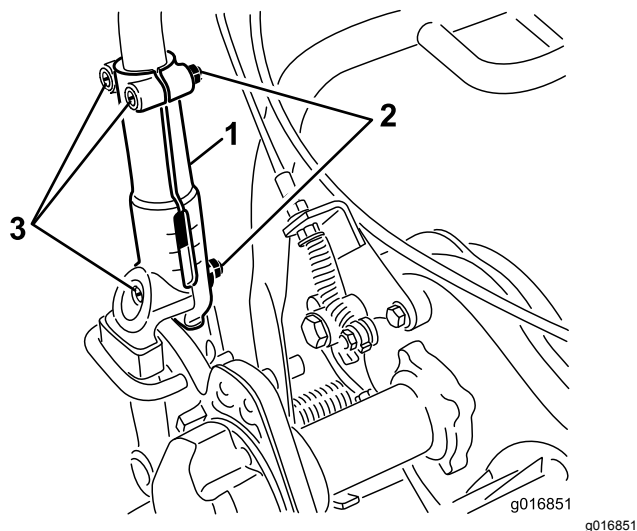

図 31
1. ハンドルを左右のハンドルクランプに固定しているキャリッジボルトとナット各3をゆるめる**図 31**。